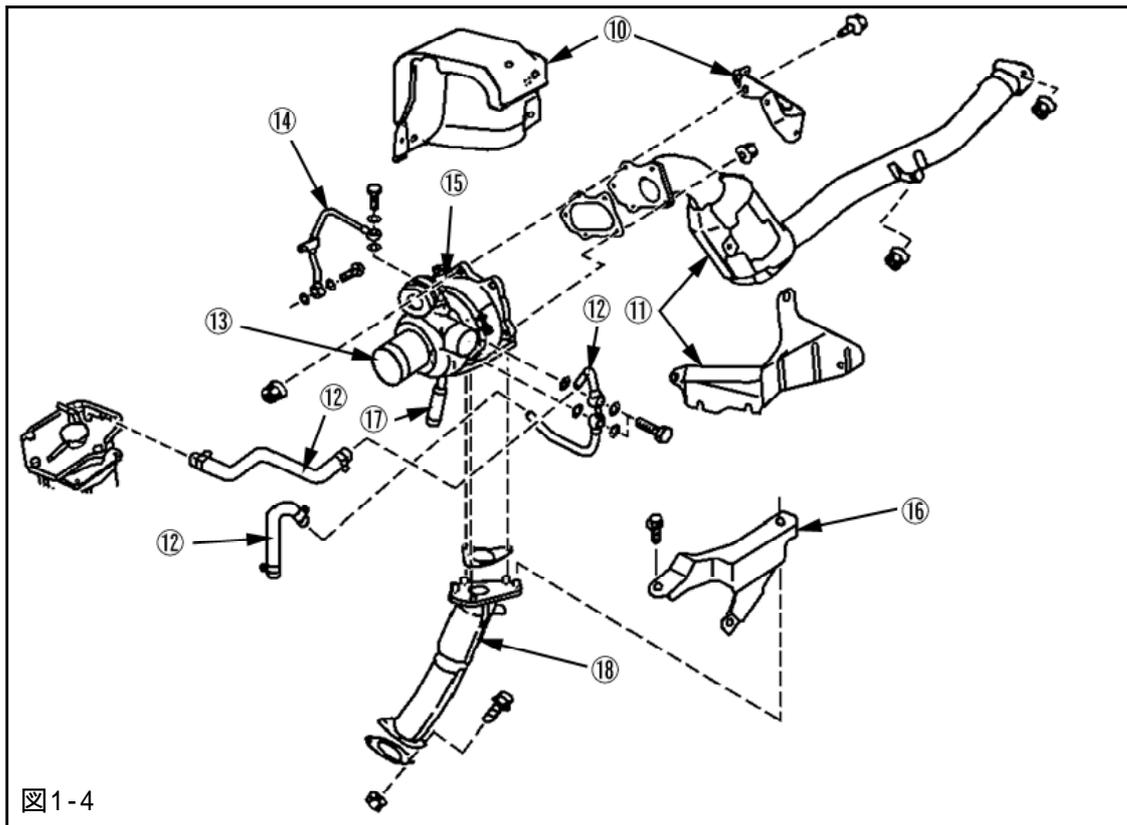

図1-4
(6)ターボチャージャAssy・及び周辺部品 ~ を順に取外してください。同番号は同時に取外すようになります。取外したパーツは大切に保管しておいてください。(図1-4)